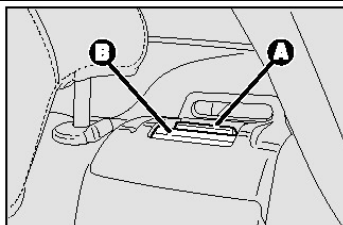

рис.3
**ПРЕДУПРЕЖДЕНИЕ.** В некоторых версиях, если спинка правильно установлена и зафиксирована, исчезает красная полоска **A** – **рис.3** с боковой стороны рычажка. Эта красная полоска говорит о том, что спинка не зафиксирована. При установке сиденья в рабочее положение подтверждением правильной установки является щелчок фиксатора.